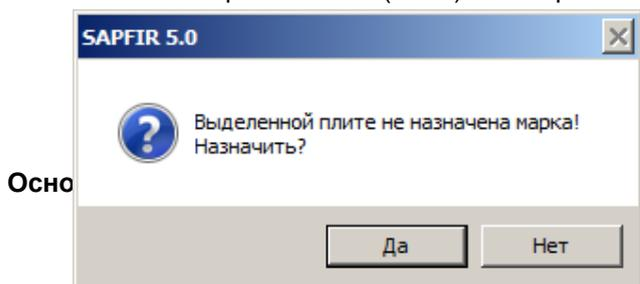

Рис.6.41. Диалоговое окно **SAPFIR 5.0**
- В появившемся диалоговом окне САПФИР (рис.6.41) щелкните по кнопке **Да**.